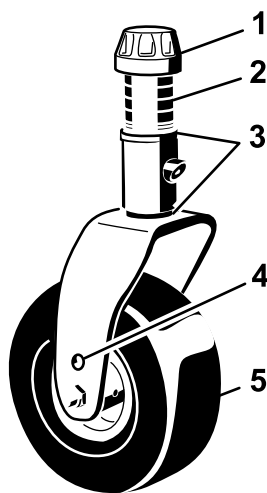

Figure 16
- Enlevez le chapeau de tension de l'axe de pivot et sortez l'axe du bras de la roue pivotante (Figure 16).